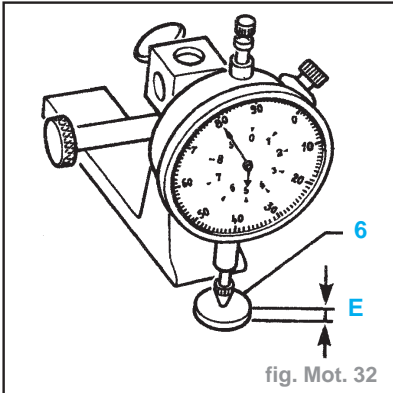

fig. Mot. 32
- Mesurer l'épaisseur (**E**) des grains de réglage (**6**) (fig. Mot. 32).